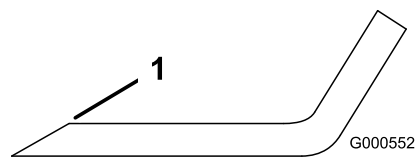

Figura 63
1. Affilate i taglienti da entrambe le estremità della lama con una lima (Figura 63).
Nota: Se la lama non è bilanciata, limate del metallo soltanto dalla costa (Figura 63).